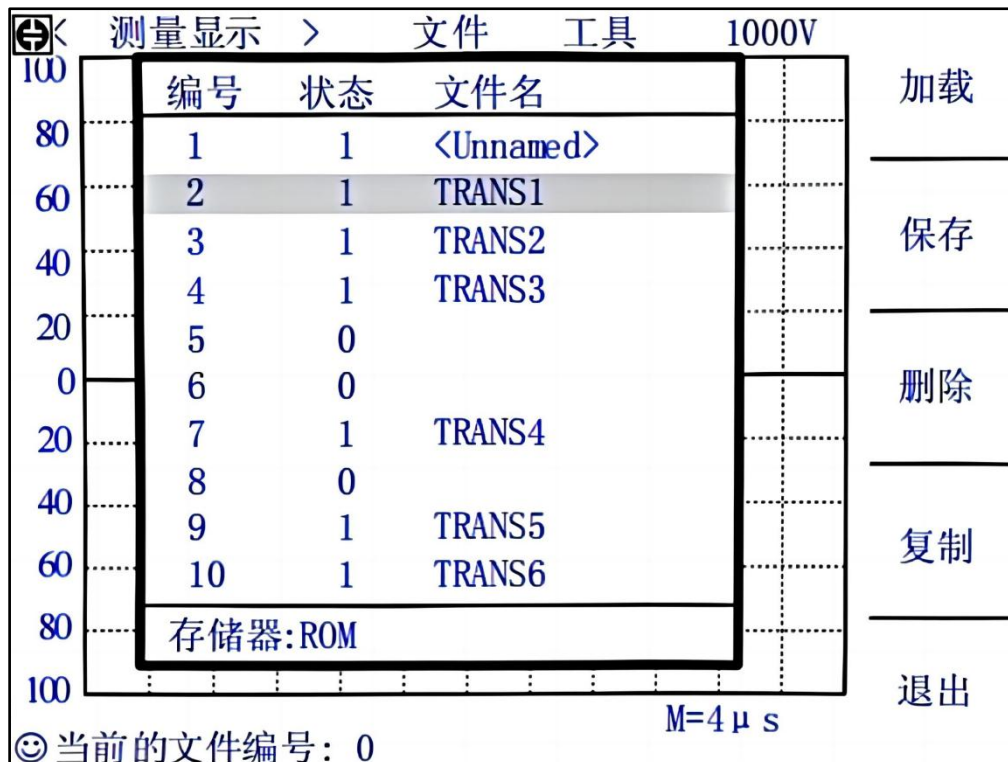

图 4-7 文件管理操作页面
移动反白条到文件区域，选择文件管理软键，进入文件管理功能。参考图 4-7，编号表示文件文件序号，1-60 是内部文件，61-560 是优盘存储的文件；状态表示该编号的文件是否存在，“1”表示文件存在，“0”表示不存在；文件名则是用户在保存文件时候的命名，如果用户在保存文件时没有输入文件名而直接按下
- **加载**用来加载一个已保存在内部非易失性存储器中或优盘中的文件，如图 4-7 所示，使用上下方向键选择文件，选中需要的文件，按下**加载**软键，再按**是**软键加载此文件，如果想退出加载文件，按**否**软键。